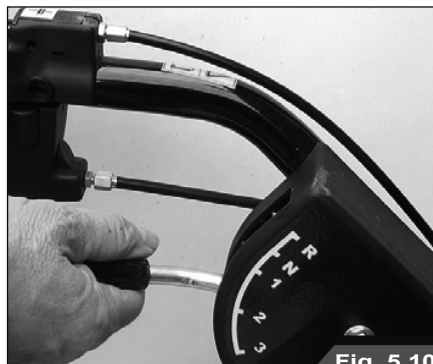

Fig. 5.10
La vostra falciatrice a flagelli è dotata di 3 marce in avanti, 1 velocità per la retromarcia e la posizione folle. Per cambiare marcia basta agire sulla Leva selettore marce (Fig. 5.10) posta nella stegola di sinistra che regola la movimentazione del vostro mezzo. Con la 3a marcia inserita si raggiunge una velocità massima di 3,4 Km/h mentre in retromarcia (R) la velocità è di 2,2 Km/h.